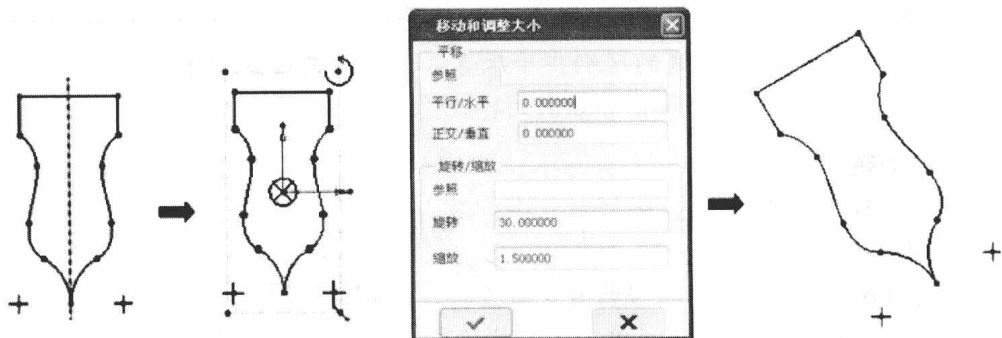

图 1-1-10 缩放与旋转
(4) 缩放与旋转。可直接利用工具栏上的“移动和调整”按钮来实现图元的缩放与旋转。操作步骤如下：①选取图元。②单击按钮, 系统弹出“移动和调整大小”对话框并在图形外围出现操纵框。在操纵框的右上角、中心和右下角处分别出现旋转标记、缩放标记和移动标记。③拉动操纵标记或在文本框中输入数值进行调整。④单击对话框的“完成”图标, 如图 1-1-10 所示。